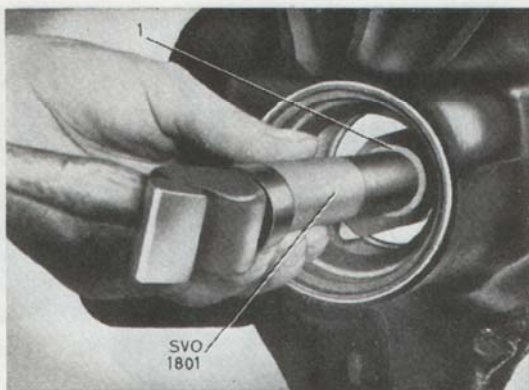

Bild 11. Demont. av lagerring.
5. Driv vid behov ut lagrens ytterringar, bild 11. Använd SVO 4063 för främre och SVO 4064 för bakre lagringen samt standardskaft SVO 1801. Tag vara på justermellanläggen (28).